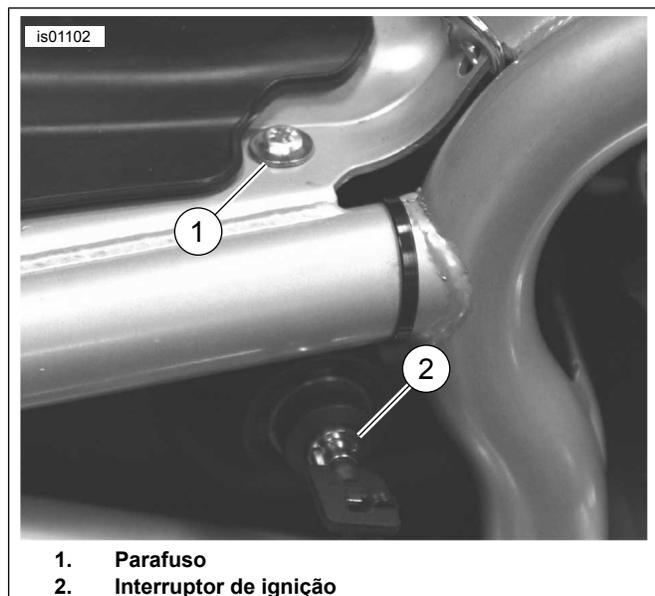

Figura 6. Conexão terra (modelos V-Rod ano 2006 e anteriores)
1. Veja Figura 6 . Remova o parafuso (1, localizado sob o assento) que fixa o interruptor da ignição (2) ao lado direito do quadro.